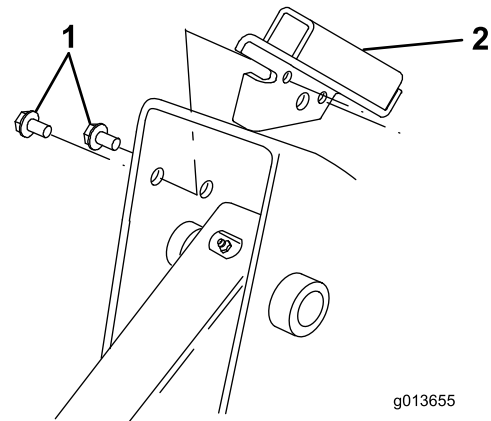

Figure 5
3. Alignez la languette du support de l'écran de protection sur le bord avant du châssis, en plaçant le support à l'intérieur du logement du bras de chargeuse (Figure 5).
Remarque: Il y a un support droit et un support gauche. Veillez à monter le support correspondant à chaque côté. La languette doit passer sur le bord du châssis et le support doit se trouver à l'intérieur du logement du bras de chargeuse (Figure 5).
4. Fixez le support au châssis à l'aide de 2 vis autotaraudeuses comme illustré à la Figure 5.